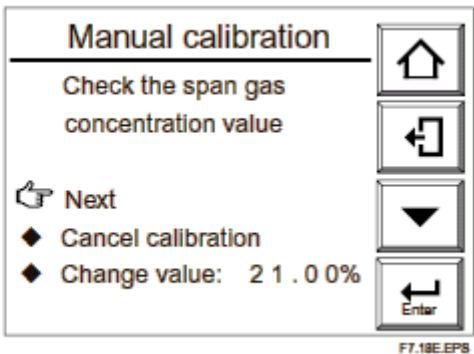

图 7.18 手动校正
- (2) 按[ENTER]键选择量程气校正。接头出现如图 7.18 所示手动校正显示。检查该显示中的校正气氧气浓度与实际使用的校正气氧浓度一致。如果检查结果假定为 OK，在手动校正显示中选择下一步。